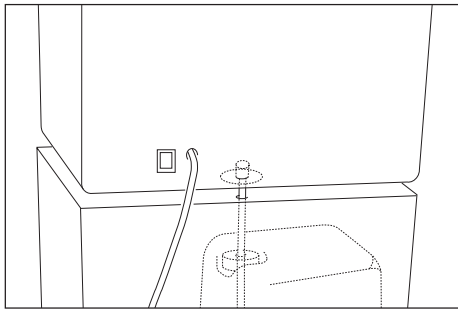

Abb. 7
- Den Frischwasserschlauch in das dazugehörige Anschlußstück unter dem Gerät einstecken (Abb. 7).